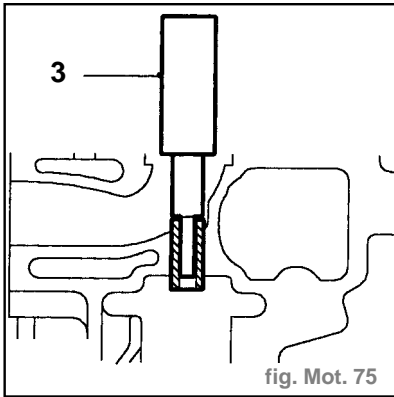

fig. Mot. 75
- A l'aide d'un mandrin piloté (3) approprié, extraire le guide de soupape de la culasse du côté de la face de combustion, jeter le guide (fig. Mot. 75).